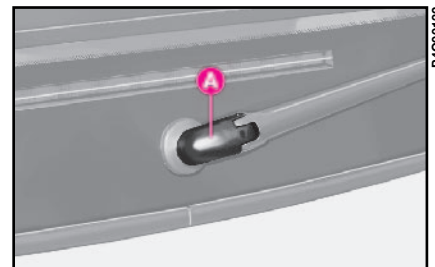
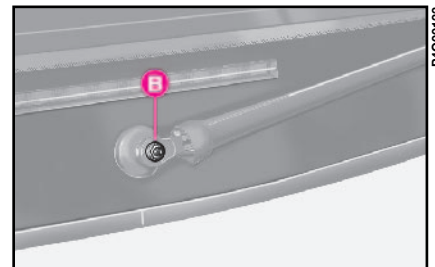

fig. 10
fig. 11
1) Soulever le cache **A**-fig. 10 et démonter le bras de l'essuie-glace en dévissant l'écrou de fixation **B**-fig. 11 au pivot de rotation.